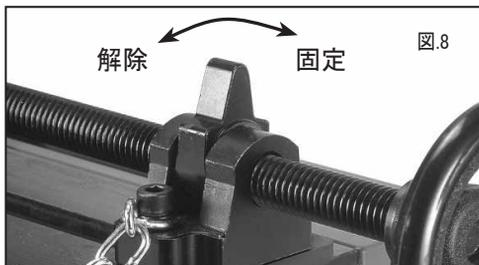

図.8
1. 解除の方向にレバーを傾けて前後ハンドルを回してください。(図8 参照)